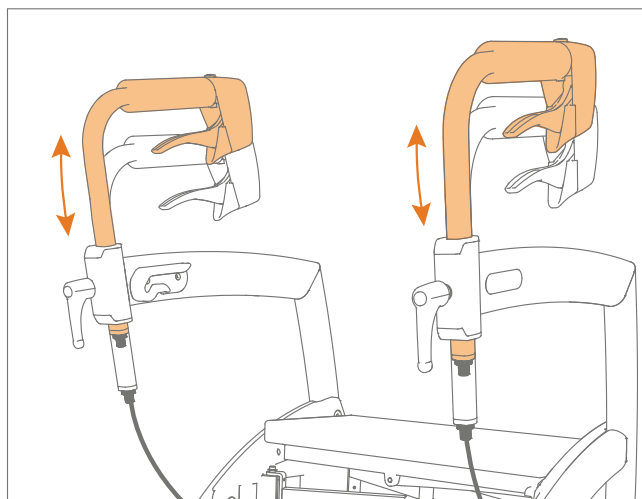

Figure 15: Régler la hauteur correcte.
- b.** Glissez la poignée à la bonne hauteur pour vous (**Figure 15**).